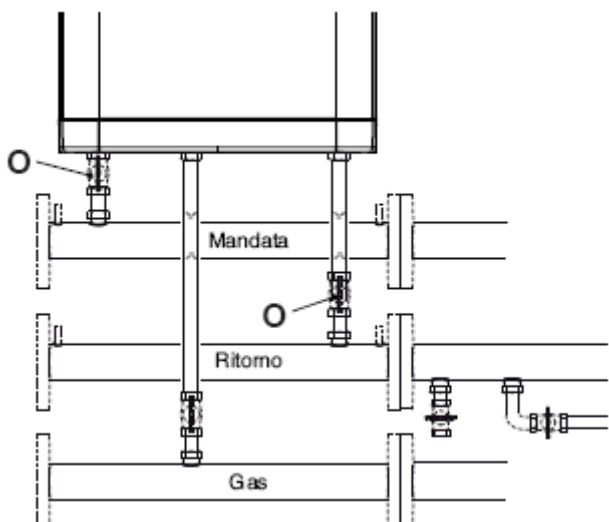

рис. 9.3
- Закройте краны подачи и обратной линии (O), см. рис. 9.3.